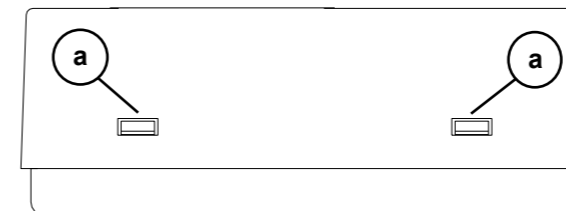
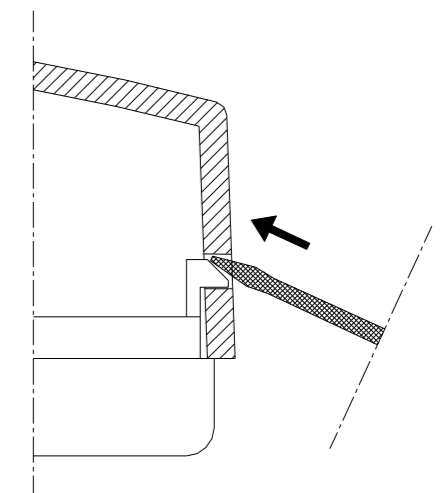

Fig. 3: Posizione dentini plastici
Fig. 4: Apertura calotta tramite cacciavite
1. Rimuovere la calotta plastica spostando verso l'interno, con l'aiuto di un utensile (Fig. 4), i due dentini plastici (a) posti su uno dei due fianchi (Fig. 3).
1. Remove the plastic cover by moving to the inner side, through the use of a tool (Fig. 4), the two plastic teeth (a) located on one side (Fig. 3).
1. Déplacer la calotte plastique en faisant pression vers l'intérieur avec l'aide d'un ustensile (Fig. 4), les deux cavaliers plastiques (a) situés sur un des deux côtés (Fig. 3).
3. Suivre les instructions pour les branchements électriques selon le schéma de la Fig. 4.
1. Remover la tapa de plástico, desplazando hacia el interno con la ayuda de algún utensilio (Fig. 4), los dos dienteitos de plástico (a) ubicados en uno de sus lados como en la Fig. 3.